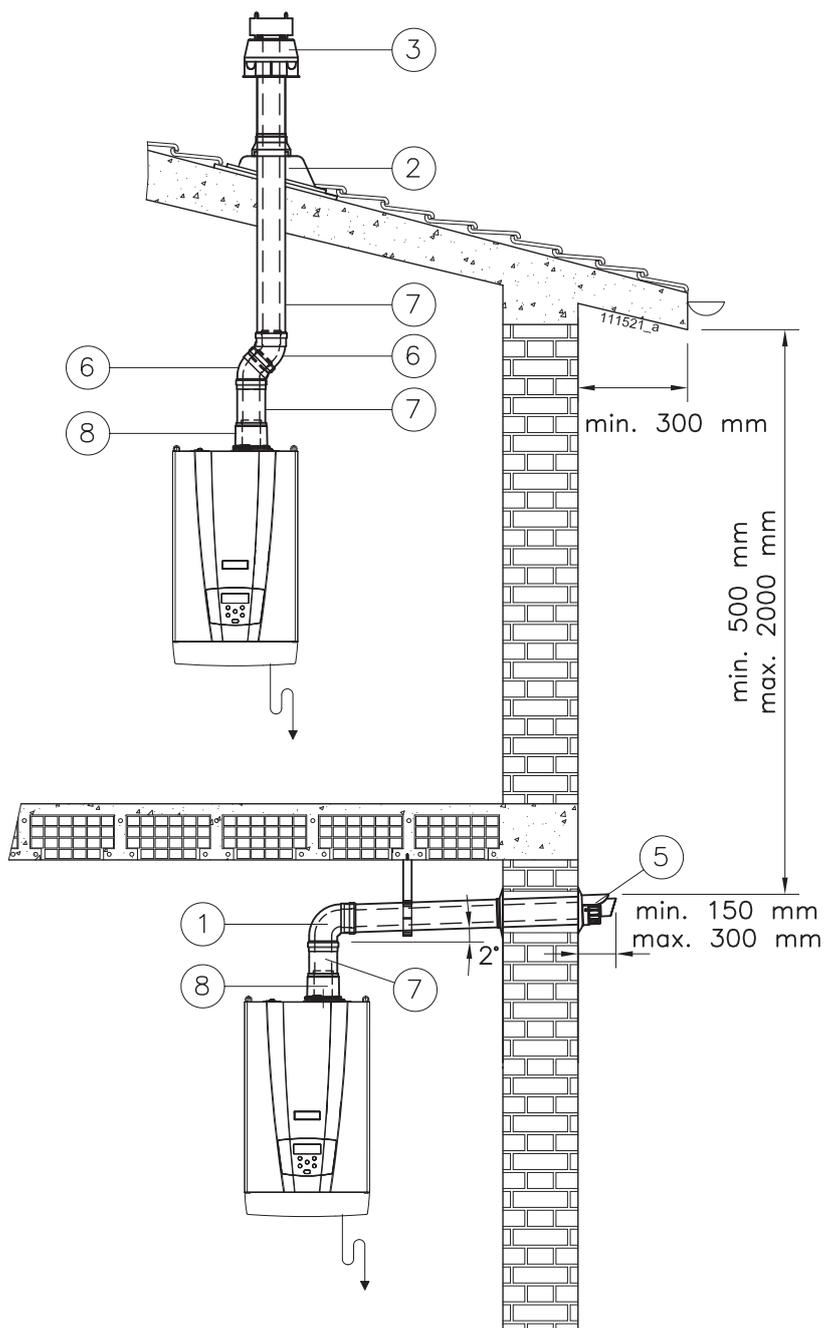

Figura 5-36 - Ejemplos de instalación de conducto coaxial
**¡¡¡ATENCIÓN!!!** Tras realizar estas operaciones verifique que el terminal de evacuación/aspiración mire hacia afuera según los márgenes de tolerancia reseñados en la Figura 5-36.
Al realizar una salida coaxial (véase la Figura 5-36), tanto vertical como horizontal, es indispensable inclinar el conducto de evacuación hacia arriba de modo que el condensado fluya hacia el interior del aparato.
**¡¡¡ATENCIÓN!!!** El terminal horizontal debe estar protegido contra entradas accidentales de agua de lluvia. A tal fin, debe instalarse bajo aleros (o salientes, balcones o protecciones específicas) que presenten las dimensiones mínimas indicadas en la Figura 5-36.